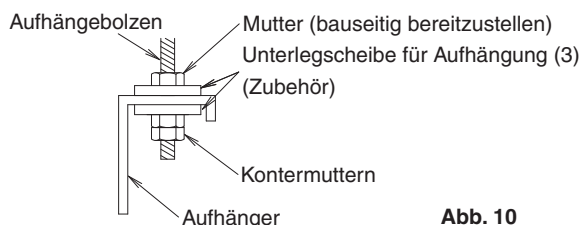

Abb. 10
- Befestigen Sie die Aufhängung am Aufhängebolzen. (Siehe Abb. 10)